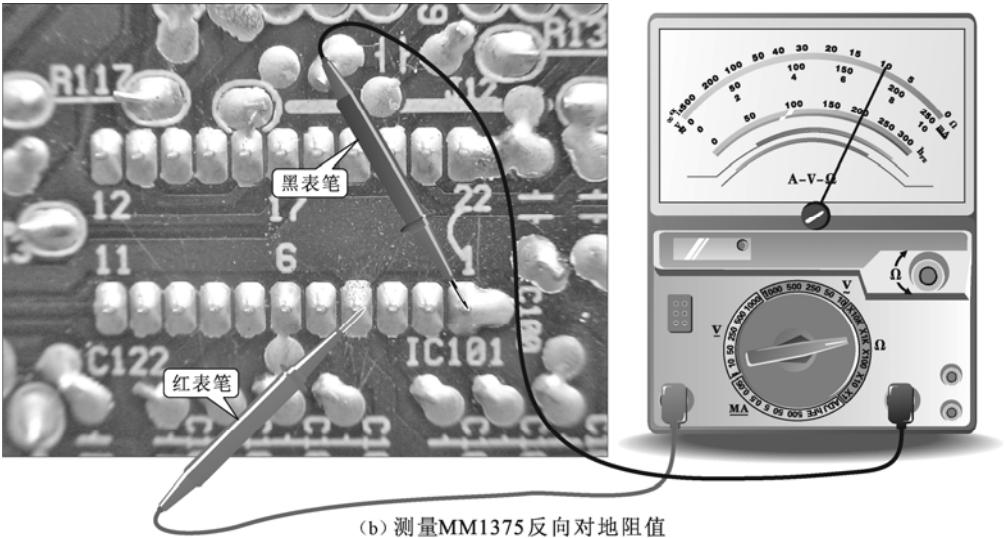

图 2-16 检测 MM1375 集成电路①脚的正、反向阻值
若输入电压正常，接下来可在断电的情况下检测各引脚之间的正、反向对地阻值。图 2-16 为以①脚的具体检测方法为例进行介绍，即将万用表的黑表笔接 MM1375 集成电路的④号接地引脚，红表笔接①脚，记录万用表读数后，调换表笔再次进行测量，并记录数值。然后用同样的方法依次检测各个引脚的对地电阻。将实际检测结果与正常工作下检测到的结果相比较，若偏差较大，则说明该集成电路内部损坏。表 2-1 所列数值为正常工作下测得各引脚的对地阻值，可作为维修时的参考数据。